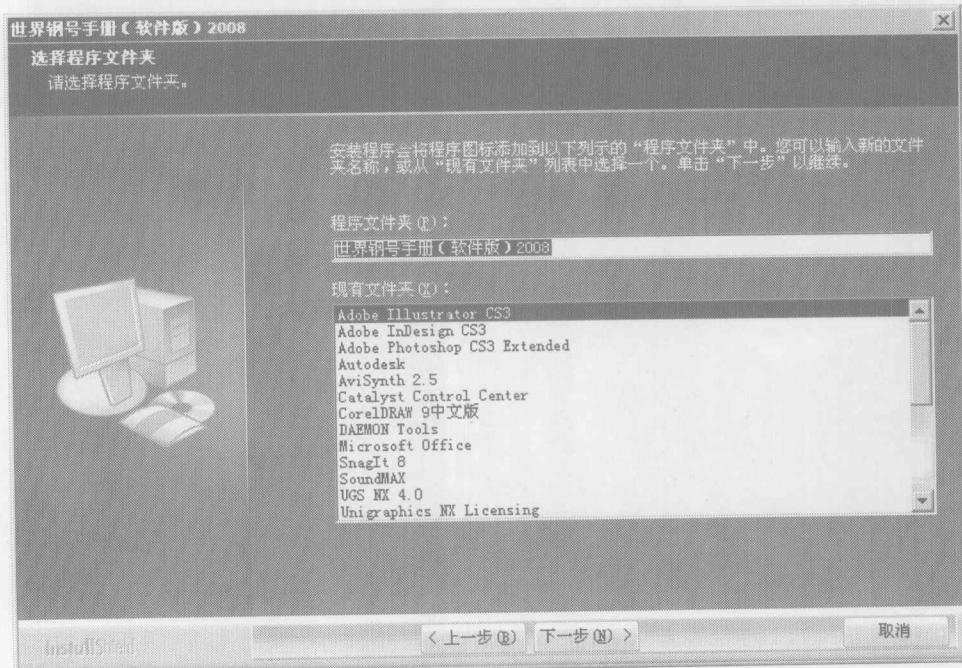

图 1-6 选择程序文件夹界面
(7) 单击“下一步”按钮，显示如图 1-6 所示的选择程序文件夹界面。用户可以输入新的文件夹名，或从现有文件夹列表中选择一个。